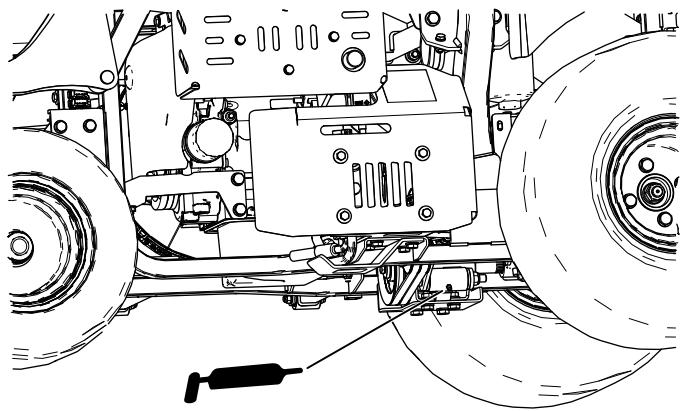

Figura 41
- Polia da transmissão (Figura 41)